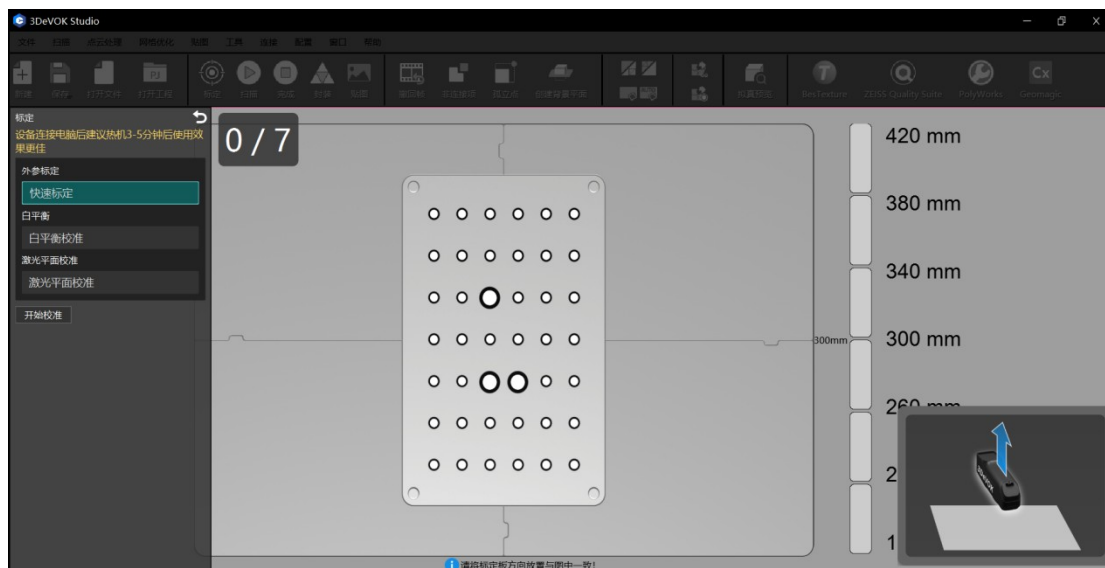

图 6-4 快速标定软件截图示意图
2、点击  进行设备标定，按照指引步骤进行标定（如下图 6-4 所示）。